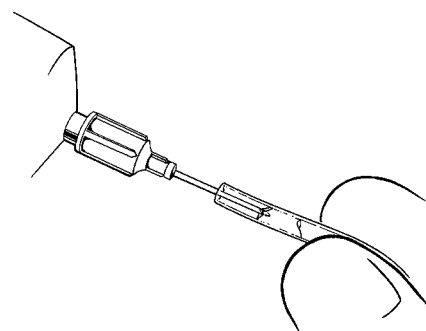

Figura 4-22. Lavado del tubo
3. Use una aguja de punta roma de calibre 22 para lavar los extremos de los tubos (**Figura 4-22**) con solución salina normal, a fin de retirar las partículas y el aire antes de la conexión.